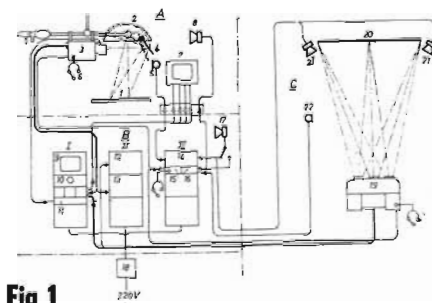

Fig 1
Vid Philips-laboratorierna i Eindhoven, har man nyligen konstruerat ett färgtelevisionssystem för storbildsprojektion. Videosignalen överföres via kablar till mottagaren, se blockschemat i fig. 1. Principen för överföringen är att man utnyttjar tre skilda kanaler, och använder sig av färgfilter framför resp. kamerarör. I mottagaren utnyttjas motsvarande filter framför de tre TV-bildprojektorerna (Schmidt-optik), som kastar den gula, röda och blå delbilden mot samma skärm. Storleken på skärmen, $2,5 \times$
Från operationskammaren (samma beteckningar som i blockschemat i fig. 1). Belysningsanordning (2), färgtelevisionskamera (3), spegel (4) med mikrofon (5). T.h. monitor (svart-vit) (7) och högtalare (8).